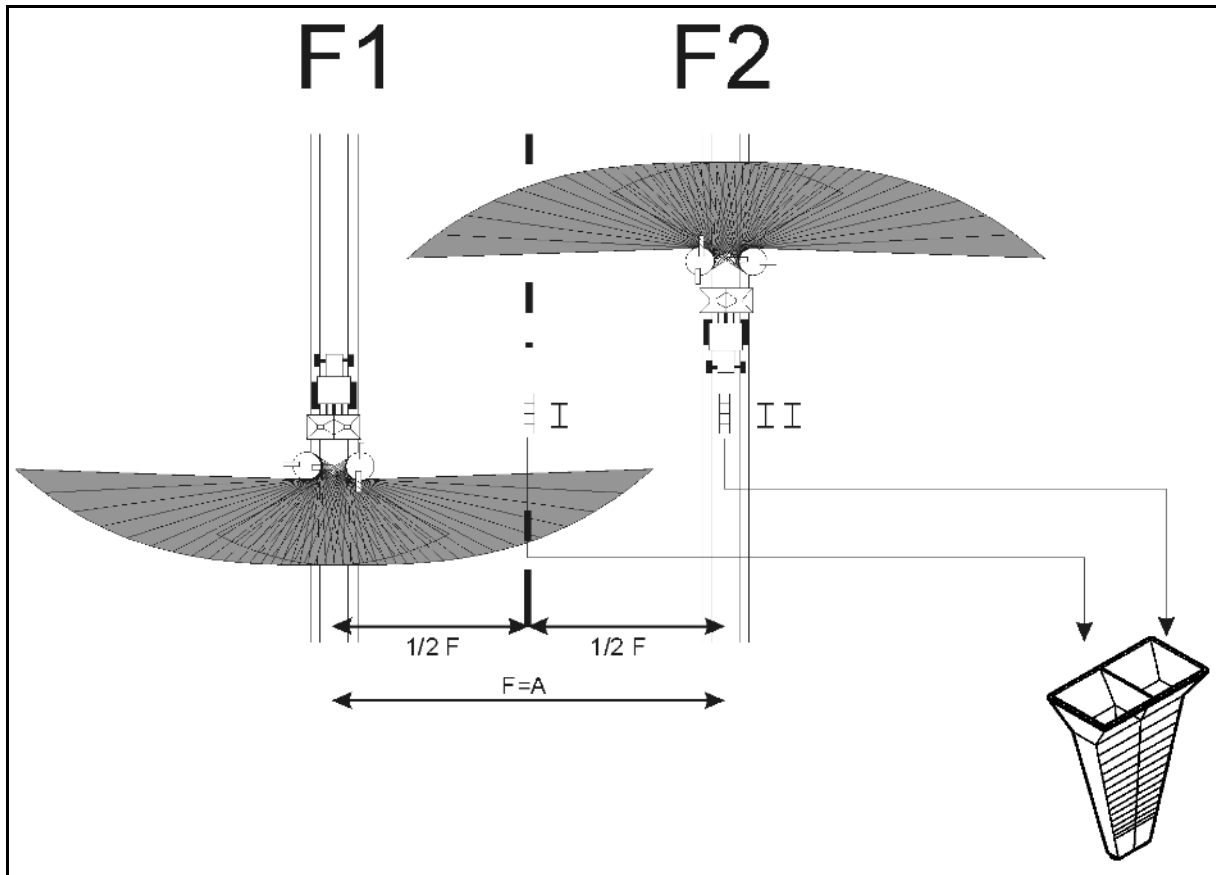
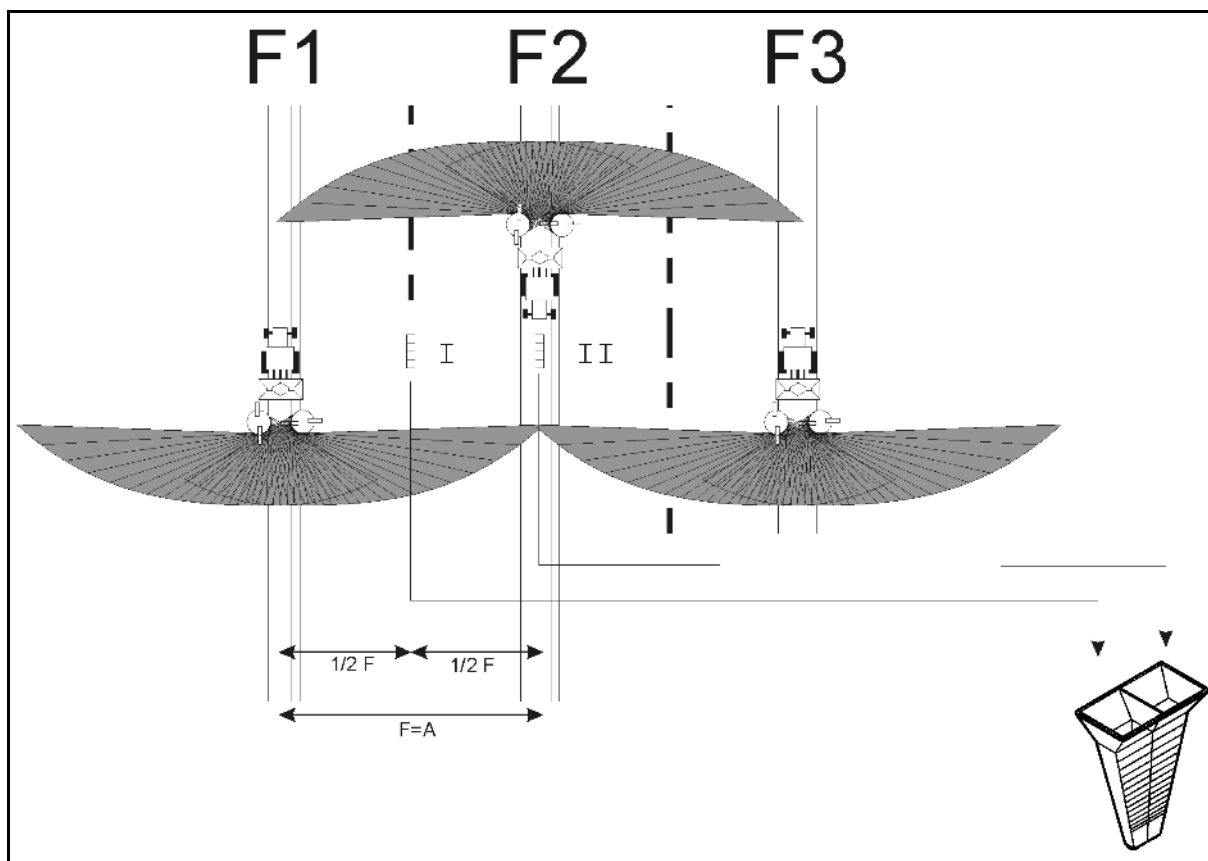

Bild 1
Bild 2
Utformningen med vardera 4 uppsamlingstråg efter varandra, parallellt i 4 rader ger en bättre kontroll av gödselmedlets tvärfördelning (Bild 1). Genom sammanslagning av gödselmängden i de 4 uppsamlingstrågen erhålls ett tillförlitligt medelvärde (Bild 2).
Placera uppsamlingstrågen enligt följande på plan markyta (Fig. 1):
- 3.1 Om inte, kör endast **F2** (Bild 1).
- 3.2 Om ja, kör körspår **F2** och **F3** (Bild 2).